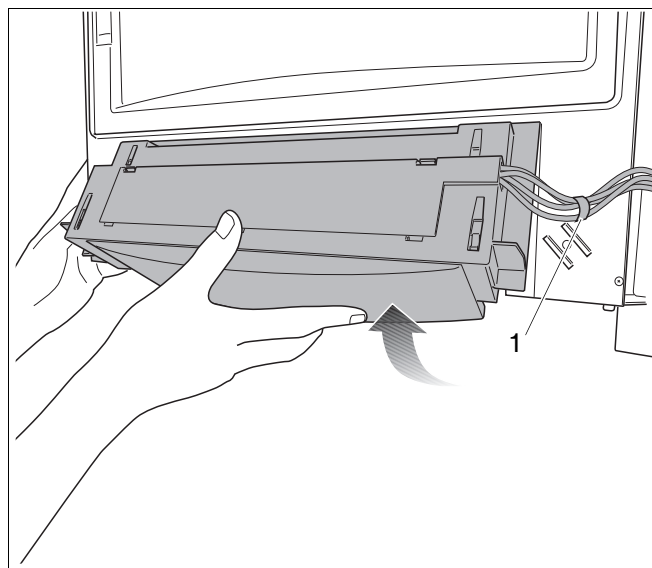

Fig. 99 Rimuovere il pannello di servizio
- Allentare la fascetta serracavi (fig. 99, pos. 1).
- Rimuovere la fascetta serracavi (fig. 99).